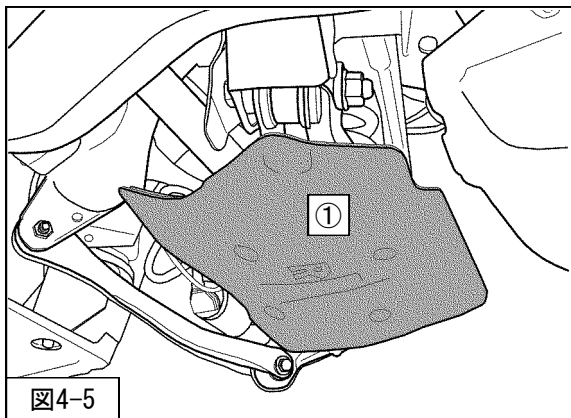

図4-5
8. ①リアサスペンションアームカバーを取付けてください。(図4-5)